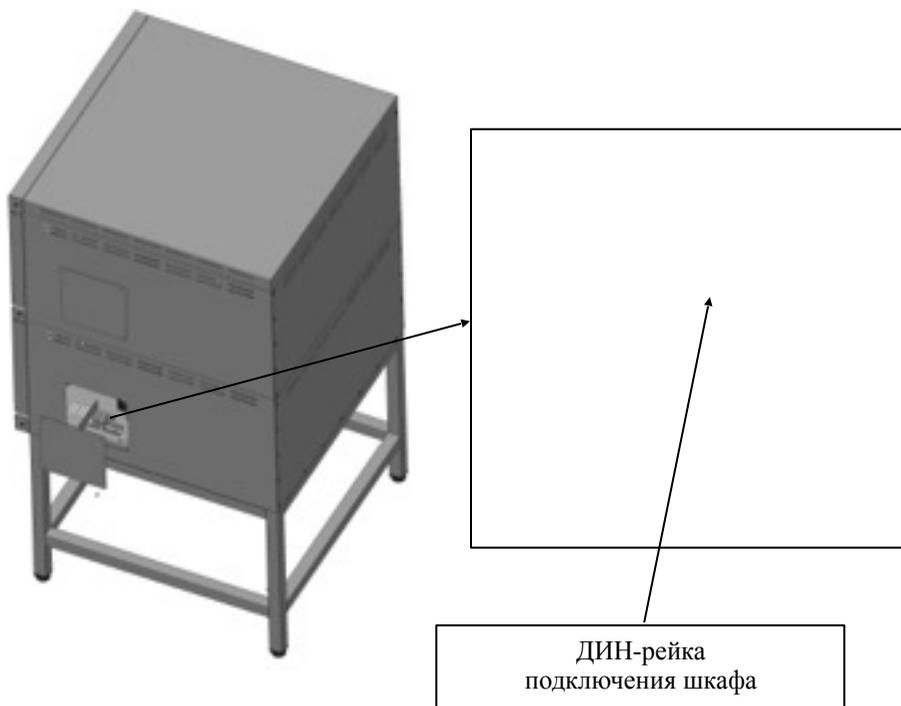

Рисунок 1. Место подключения к электросети шкафа серии ШЖ-1.
- снимите люк с правой боковой панели шкафа нижней секции (для односекционного шкафа люк один, см. рис. 1);